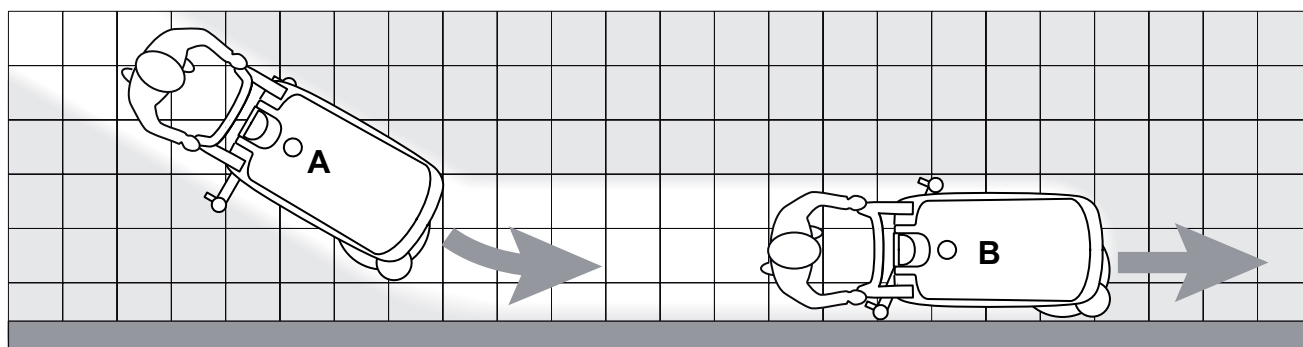

Figure 4
2. Tout en gardant les mains sur le guidon (2), déplacer la machine et commencer le travail de lavage / séchage du sol.
3. Si besoin est, régler la quantité de solution qui arrive à la brosse au moyen du bouton-poussoir (54).
*Afin d'éviter d'endommager la surface du sol à nettoyer, ne pas utiliser la brosse à sec et, lorsque la machine est au repos, arrêter la rotation de la brosse / disque en relâchant les boutons-poussoirs (51).*
*Avant de soulever la brosse / disque, arrêter sa rotation en relâchant les boutons-poussoirs (51).*
*Pour un lavage / séchage correct du sol près du mur, Clarke recommande d'approcher le côté droit de la machine, comme illustré sur la figure 4.*